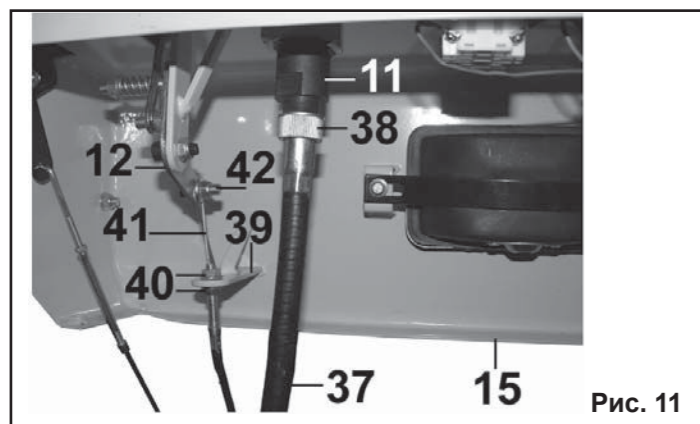

Рис. 11
6.8. Установка гибкой тяги привода дефлектора желоба (Рис.11).